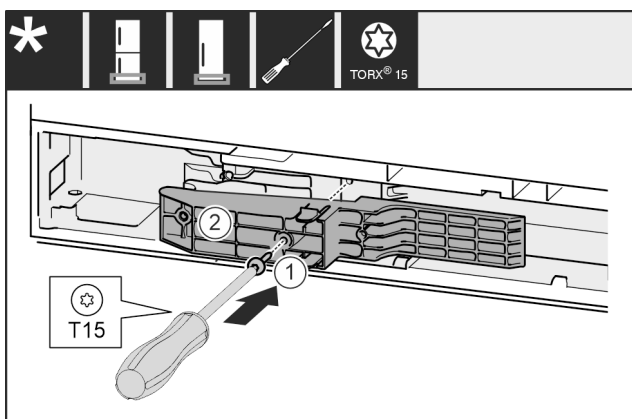

Fig. 67*
- ▶ Vložte adaptér Fig. 67 (1) na strane rukoväti do vybrania.*
- ▶ Pevne utiahnite skrutku Fig. 67 (2) skrutkovačom.*